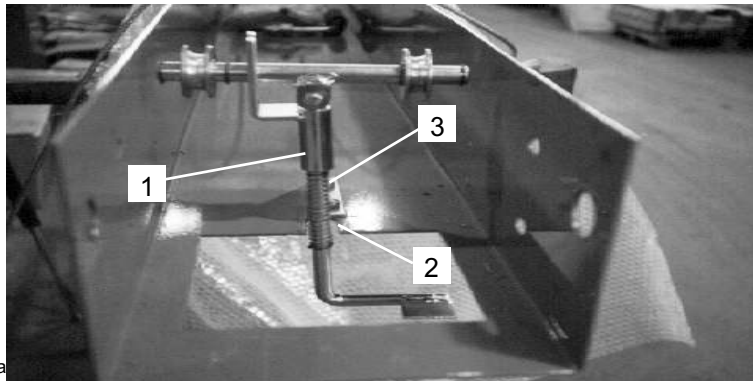

Fig. 43a
- 1-Fissare il sensore (1) sulla trave superiore (dal lato della colonna comando) mediante le viti (2) TE M6x25 ed i relativi dadi blok (3) M6 in dotazione (Fig. 43a).
- 1-Fix the sensor (1) on the upper beam (from the driven column side) by the screws (2) TE M6x25 and the block nut (3) M6 (Fig. 43a).